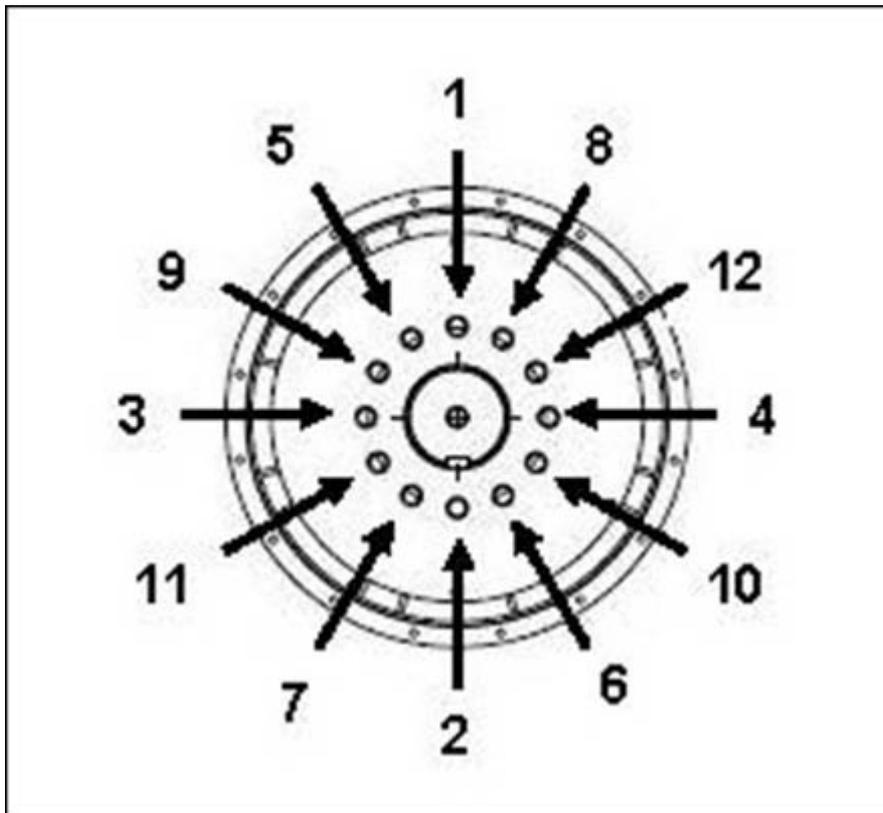

FIGURA 22. SEQUENZA DI FISSAGGIO AL MOZZO
4. Se necessario, serrare i bulloni del disco di accoppiamento nella sequenza indicata in Figura 22 a pagina 39.